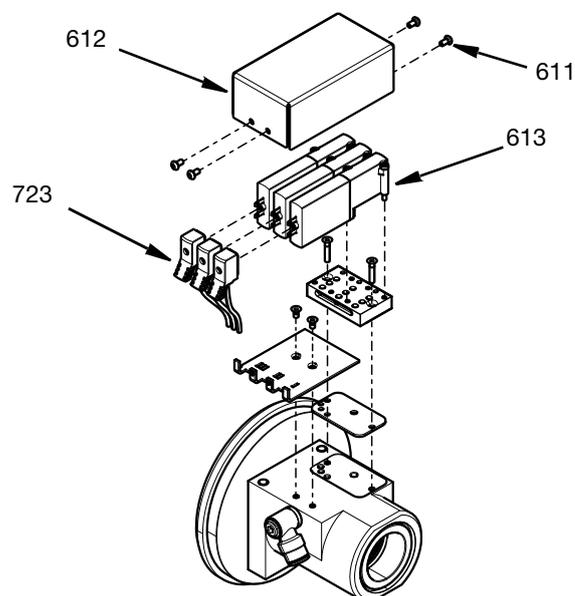

Fig. 20
12. Для того чтобы получить доступ к электромагнитным клапанам и коллектору, снимите крышку (612) и открутите четыре винта М3 (611). Разъемы кабеля (723) можно отсоединить, а электромагнитные клапаны (613) снять с помощью крепежных винтов. См. Fig. 20.